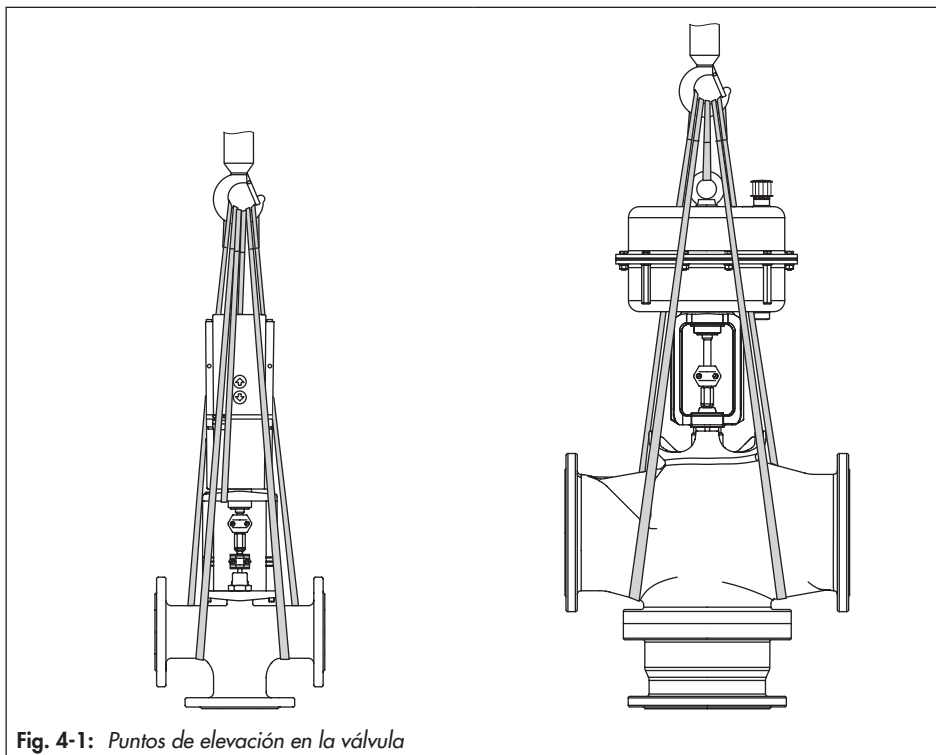

Fig. 4-1: Puntos de elevación en la válvula
- Utilizar un gancho con pestillo de seguridad en el dispositivo de elevación (ver Fig. 4-1) que impida que las eslingas se deslicen durante el levantamiento y transporte.
1. Atar una eslinga de elevación entre cada una de las bridas del cuerpo y el dispositivo de sujeción (p. ej. gancho) de la grúa o carretilla elevadora, ver Fig. 4-1.